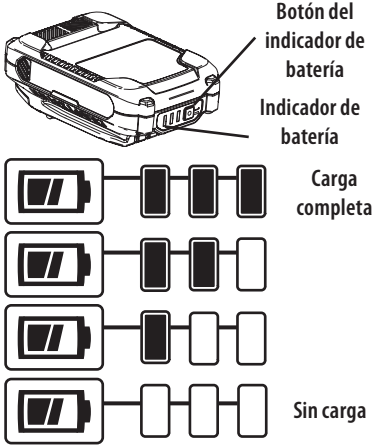

Figura 29
1. Presione el botón del indicador de batería en la parte delantera del paquete de baterías para controlar el nivel de carga (Figura 29):